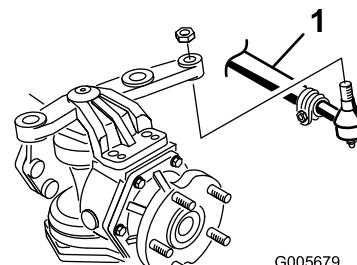

Bild 4
1. Nehmen Sie die Splints und Muttern vom Kugelgelenk der Spurstange ab. Setzen Sie das Kugelgelenk in das hintere Loch jedes Achsenlenkarms. Setzen Sie die Kugelgelenke von der Unterseite jedes Lenkarms ein (Bild 4).